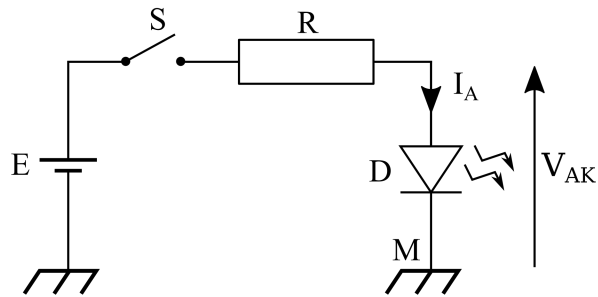
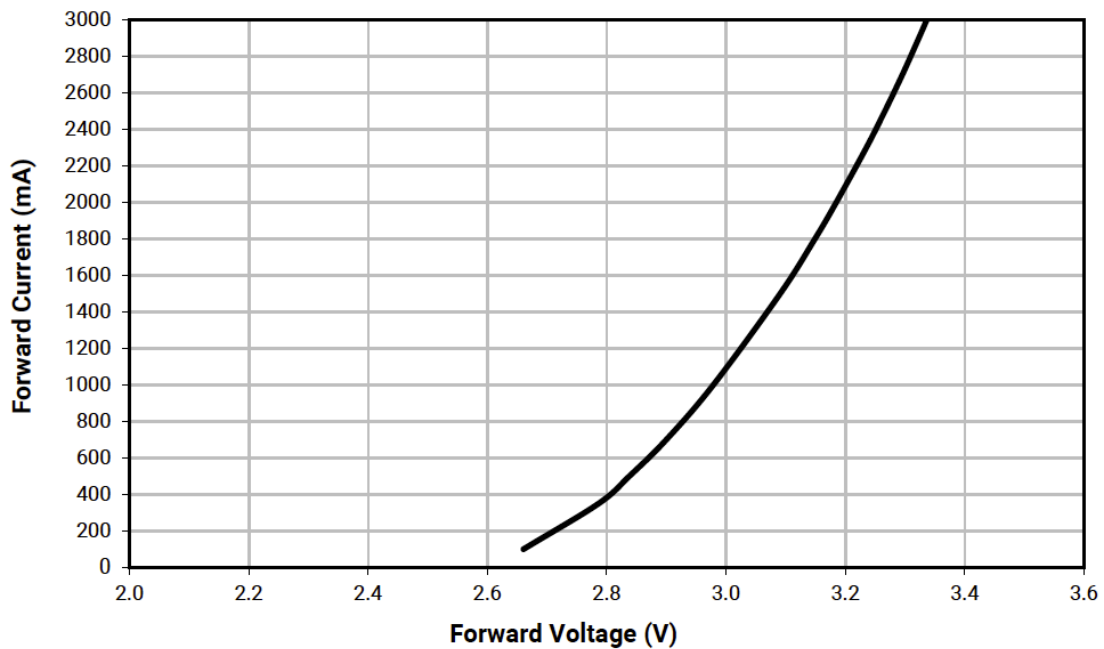

Figure 3.1 : Schéma de polarisation d'une LED.
Figure 3.2 : Caractéristique I(V) de la diode blanche de chez CREE.
Nous souhaitons réaliser une lampe de poche puissante avec une diode électroluminescente blanche (D) commerciale de type *Cree XLamp XM-L*, une batterie LiPo de tension 3,7 V (E), un interrupteur (S) et une résistance (R). Le schéma de montage est donné figure 3.1 et la caractéristique de la diode est donnée figure 3.2.
- 3.3) Nous souhaitons fixer un courant I_A de 1A. Déterminer la chute de tension aux bornes de la diode à partir de la figure 3.2.
- 3.5) Dessiner sur la figure 3.2, la droite de charge avec les valeurs numériques trouvées précédemment.